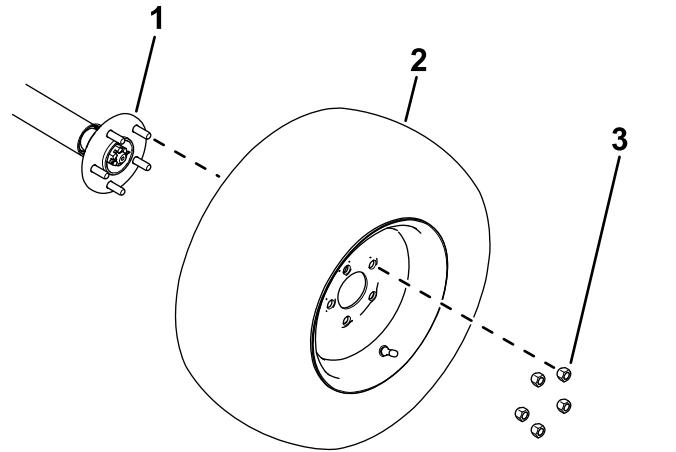

Figure 4
1. Desserrez et retirez les écrous de roue (Figure 4).
2. Déposez les roues des moyeux (Figure 4).